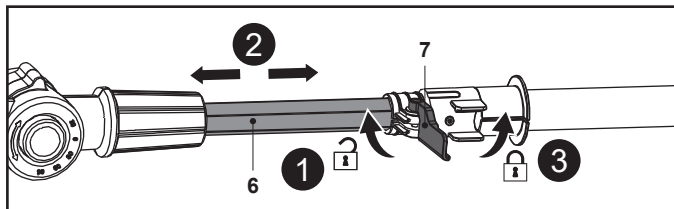

Fig. 9
1. Desserrer le levier de verrouillage (7) (Fig. 9, étape 1).
2. Régler à la longueur souhaitée en tirant ou en poussant la perche télescopique (6) (Fig. 9, étape 2).
3. Fixer la position de la perche télescopique (6) en resserrant le levier de verrouillage (7) à sa position d'origine (Fig. 9, étape 3).